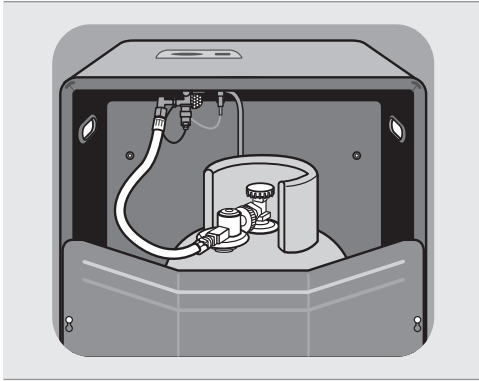

Abb.3: Installation der Gasflasche
1. Stellen Sie die Gasflasche in den Innenraum des Gas-Heizofens. Beachten Sie dabei: Der Gasschlauch darf auf keinen Fall geknickt und/oder verdreht werden. Drehen Sie die Flasche so, dass Gasschlauch und Druckregler nach außen zeigen (siehe Abb. 3). Stellen Sie sicher, dass der Gasschlauch genügend Raum hat und somit keine Knicke aufweist. Der Gasschlauch darf nicht unter Spannung bzw. unter Zug stehen.